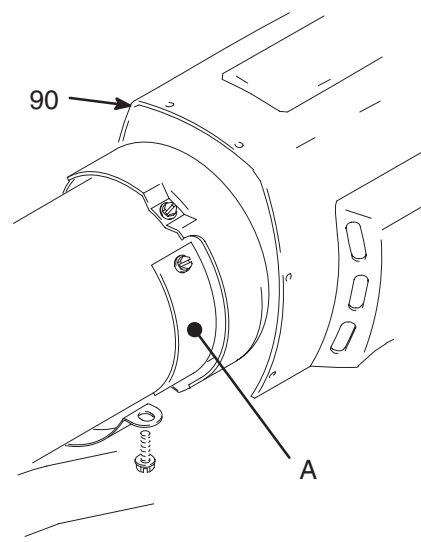

Fig. 4
4. Fig. 4. Afmontér motorkappen (90) og inspektionsdækslerne (A).
3. Fig. 4. Afmontér motorkappen (90) og de to inspektionsdæksler (A).
3. Fig. 4. Fjern motorskjoldet (90). Fjern inspektions-dækslerne (B) og pakningerne på begge sider af motoren.
- Fig. 4. Monter pakningerne og inspektionsdækslerne (B) på begge sider af motoren. Monter motorskjoldet (90).